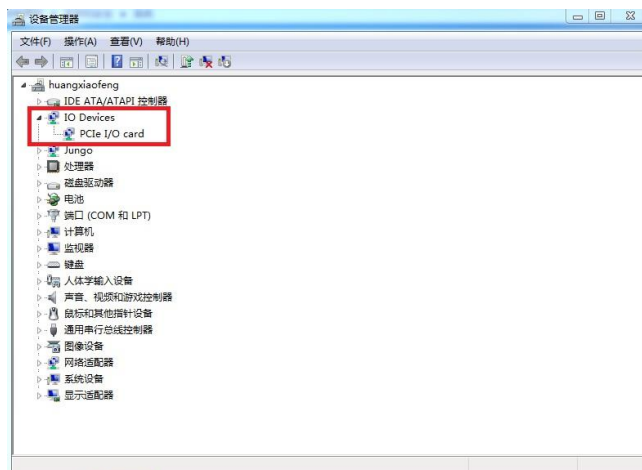

图 3-3 驱动安装成功界面
- 2、安装完成后，在电脑的“设备管理器”中，可看到控制卡的驱动，如图 3-3 所示：